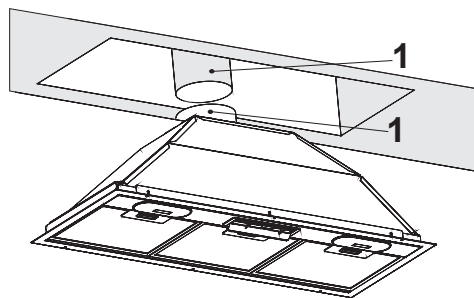

Figura 4
- Encaixe o tubo de saída de ar à chaminé da saída de ar e aperte com uma braçadeira (Figura 4).